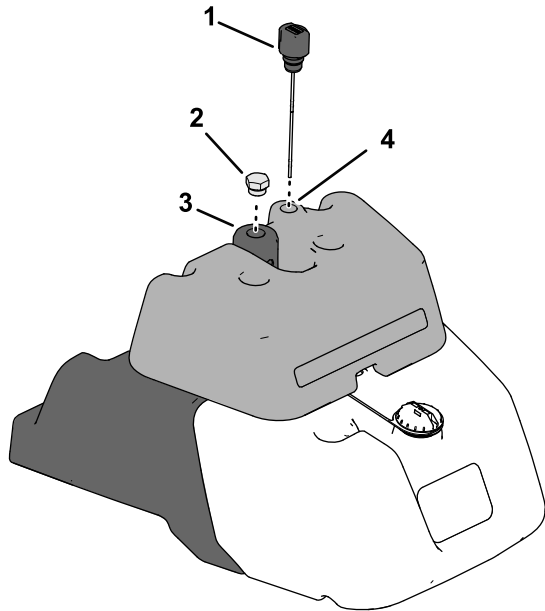

图 38
2. 找到泄漏检测油箱顶部液压系统的量油尺检查液压油油位 图 38。